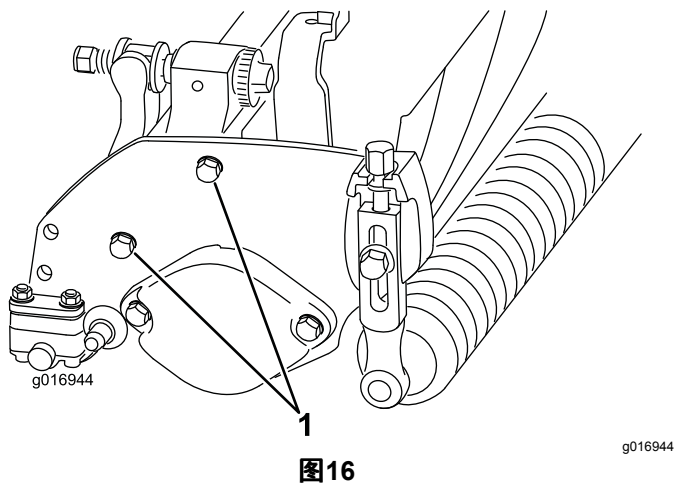

图16
**注意** 后滚筒相对滚刀的位置通过组装部件的加工公差进行控制无需调节平行。将滚刀组放在平板上并松开侧板安装螺栓可以进行轻微的调整 图16。调整完毕后旋紧螺栓。